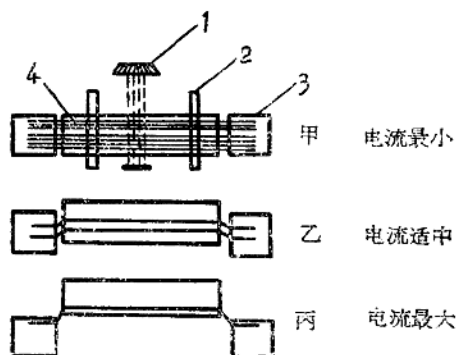

图 1-6 活动铁芯调节
2. 细调节。利用活动铁芯(进或出)调节磁通量的大小(如图 1-6),可以达到完全适应焊接需要的电流(II 180—380 安培, I 50—200 安培)。